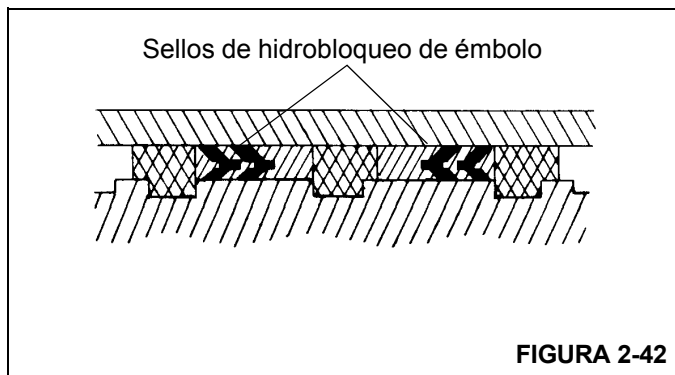

FIGURA 2-42
9. Instale los sellos de hidrobloqueo en el émbolo Figura 2-42.